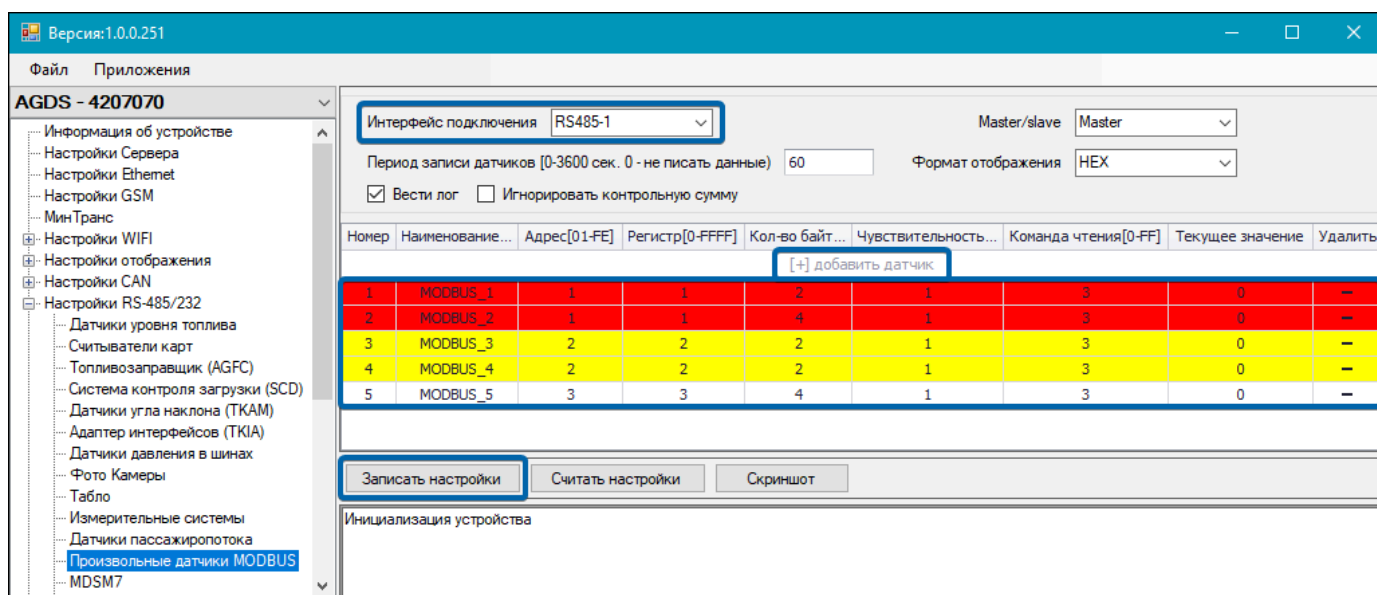

Рис.90. Рабочая область пункта «Произвольные датчики MODBUS»
2. Выберите в списке программы-конфигуратора пункты Настройки RS-485/232 | Произвольные датчики MODBUS (Рис.90).